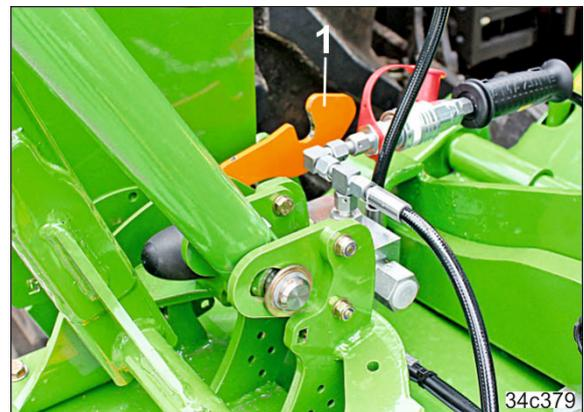

Fig. 143
- 2.3 Den Riegel (Fig. 143/1) umlegen.